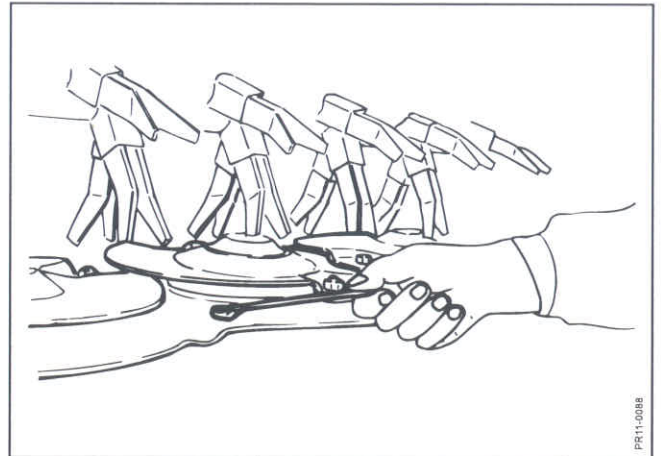

Fig. 6-5
- Fig. 6-5** Bolte ved stenbeskyttere og modskær bør kontrolleres med jævne mellemrum.